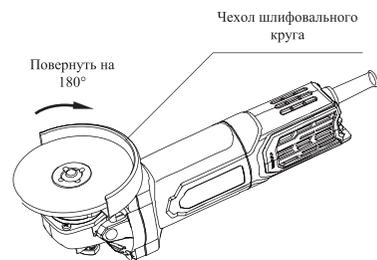

Рис. 1
1. Совместите выступ на чехле шлифовального круга с выемкой на передней крышке, а затем поверните корпус чехла на 180°. (Рис. 1)